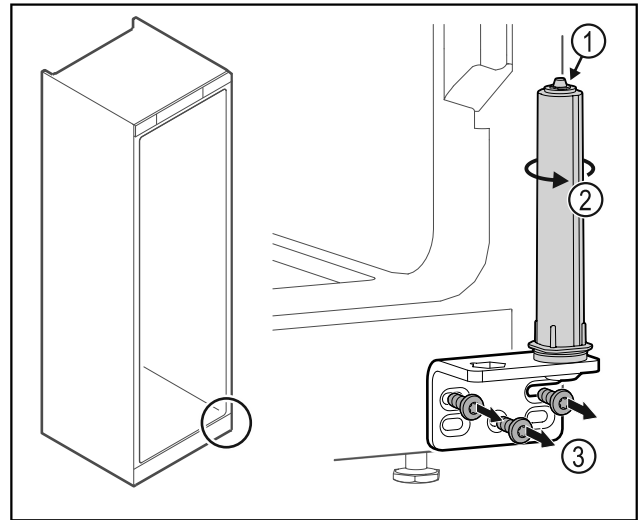

Fig. 38
- ▶ Neardykite durų uždarymo sistemos Fig. 38 (1).
- ▶ Sukite uždarymo sistemą Fig. 38 (2), kol ji užsifiksuos.
- ▶ Atsukite šarnyrinį kampuočių Fig. 38 (3).